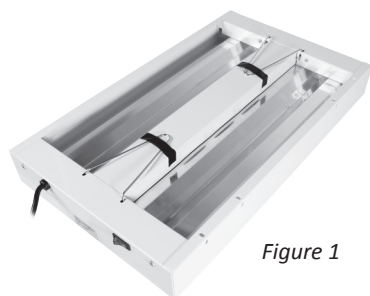

Figure 1
- Pour un accrochage au plafond, utilisez les orifices et logements centraux à chaque extrémité. Pour un accrochage vertical, utilisez un seul des crochets avec l'orifice central d'extrémité et le kit de logements. Voir figure 1.